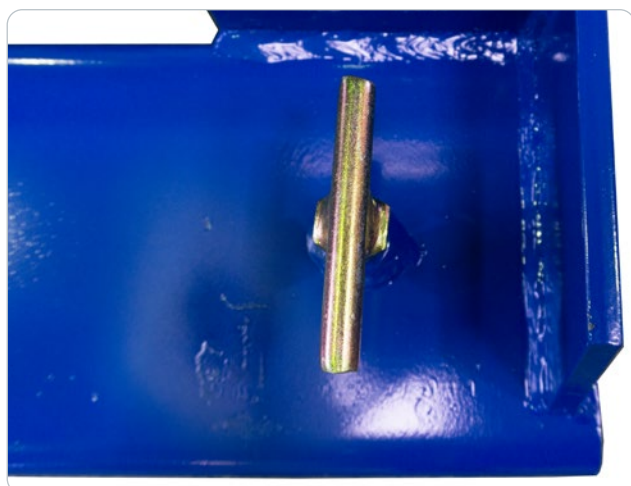

Figure 1
4. Serrez les deux colliers à vis (Figure 1).